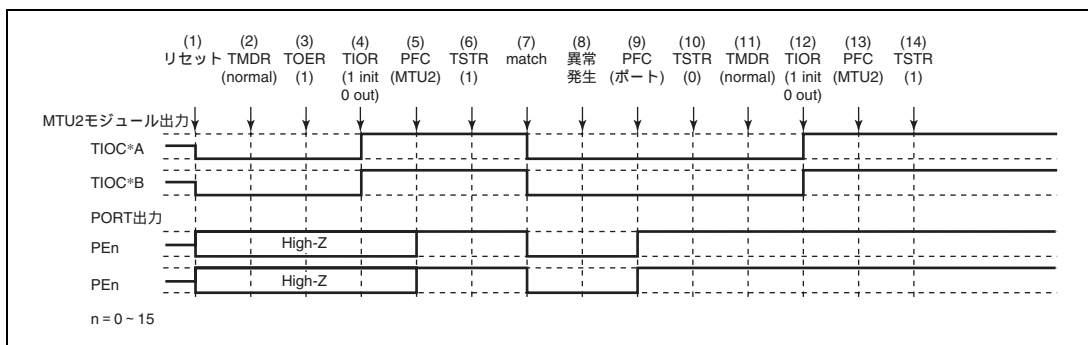

図 11.139 ノーマルモードで異常が発生し、ノーマルモードで復帰する場合
ノーマルモードで異常が発生し、再設定後ノーマルモードで再スタートする場合の説明図を図 11.139 に示します。
(1) ~ (10) は図 11.139 と共通です。
(11) PWM モード 1 を設定します。
(12) TIOR で端子を初期化してください (PWM モード 1 では TIOC*B 側は初期化されません。初期化したい場合はノーマルモードで初期化した後、PWM モード 1 に遷移してください)。
(13) PFC で MTU2 出力としてください。
(14) TSTR で再スタートします。
(11) PWM モード 2 を設定します。
(12) TIOR で端子を初期化してください (PWM モード 2 では周期レジスタの端子は初期化されません。初期化したい場合にはノーマルモードで初期化した後 PWM モード 2 に遷移してください)。
- (1) ~ (10) は図 11.139 と共通です。
- (11) 位相計数モードを設定します。
- (12) TIOR で端子を初期化してください。
- (13) PFC で MTU2 出力としてください。
- (14) TSTR で再スタートします。
(11) TIOR でノーマルモードの波形生成部を初期化してください。
(12) TIOR でノーマルモードの波形生成部の動作を禁止してください。
(13) TOER でチャンネル 3、4 の出力を禁止してください。
(14) TOCR で相補 PWM の出力レベルと周期出力の許可禁止を選択してください。
(15) 相補 PWM を設定します。
(16) TOER でチャンネル 3、4 の出力を許可してください。
(17) PFC で MTU2 出力としてください。
(18) TSTR で再スタートします。
- (1) ~ (13) は図 11.139 と共通です。
- (14) TOCR でリセット同期 PWM の出力レベルと周期出力の許可禁止を選択してください。
- (15) リセット同期 PWM を設定します。
- (16) TOER でチャンネル 3、4 の出力を許可してください。
- (17) PFC で MTU2 出力としてください。
- (18) TSTR で再スタートします。